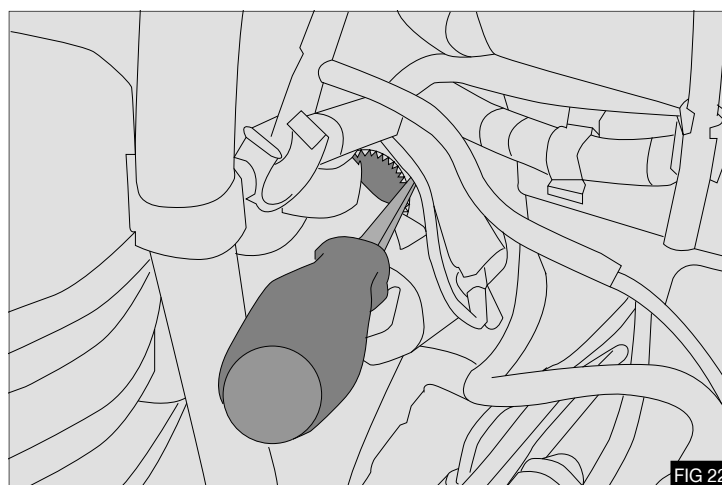

FIG 22
20. Utilizzando un attrezzo adeguato (barra con leva di grandi dimensioni) sulla corona del volano, bloccare il motore e rimuovere il bullone di fissaggio della puleggia dell'albero motore - rimuovere il bullone- Fig. 22